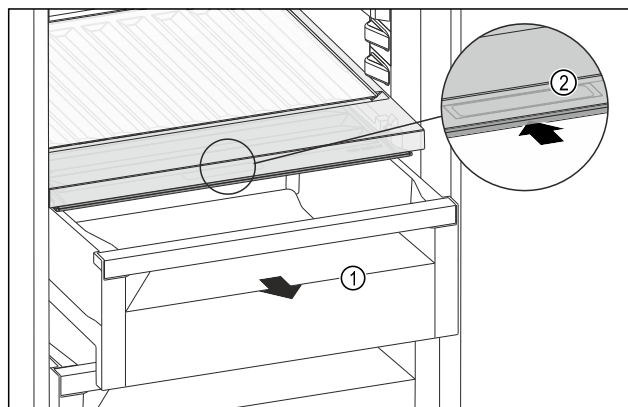

Fig. 193
- Витягніть висувний ящик Fig. 193 (1).
- Візьміться за потайну ручку Fig. 193 (2) на кришці відділення й одночасно посуньте кришку відділення назад.